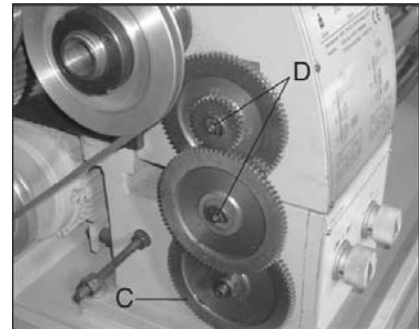

Fig. 43
Das korrekte Ölniveau kann am Schauglas (A) abgelesen werden. Nachfüllen mit dem PROMAC Getriebeöl Art. 100381 durch den Öleinfüllstutzen (B). Die Ölablassschraube befindet sich auf der rechten Getriebeseite (Fig.43, C).
Wechselräder (Fig.43)